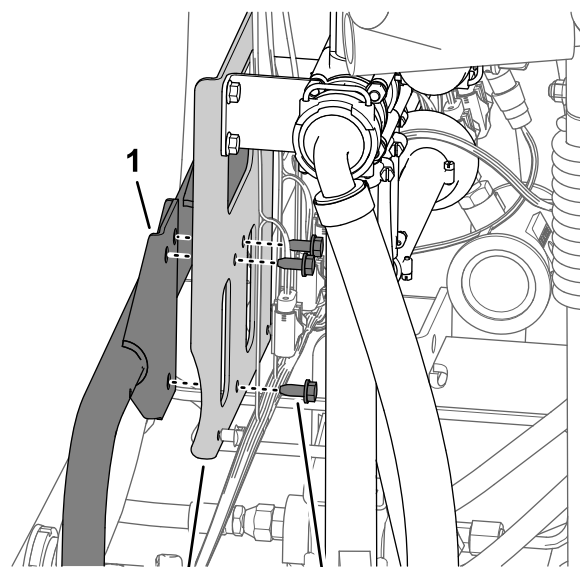

Рисунок 26
1. Удерживая кронштейн клапанов перемешивания, регулирования расхода и главного распылительного клапана, выверните 3 болта с фланцевыми головками (5/16 x 3/4 дюйма), которые крепят кронштейн клапана к креплению (Рисунок 26).